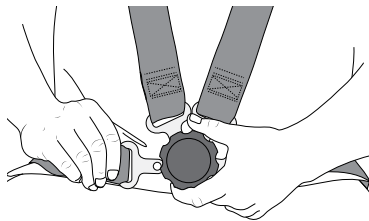

Fig. 16
- b. Appuyer sur chaque languette jusqu'à l'encliquetage (son « clic ») (fig. 16).